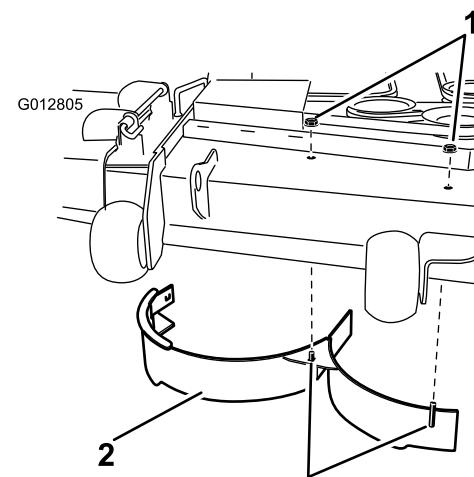

Figure 34
11. Retirez les deux contre-écrous (5/16 pouce) qui fixent les montants soudés du déflecteur droit sur le dessus du plateau de coupe, au centre et à droite du centre (Figure 34). Enlevez le déflecteur droit du plateau de coupe.